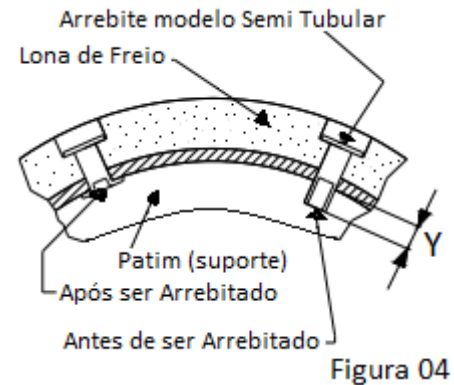

Figura 04
-Para obter uma boa rebiteagem, a dimensão Y na figura 04, não pode ser superior à 75% do diâmetro do corpo do rebite. Visando uma boa conformação do arrebite.
- Em rebites semi tubulares, com o propósito de ter uma pressão de rebiteagem ideal, a parte maciça do corpo do rebite não deve ultrapassar a parte superior do patim, conforme indicado na figura 04.